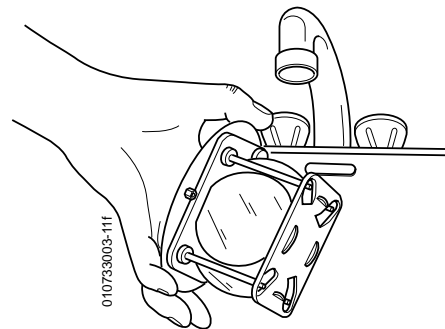

FIG. 6
- 7) Passer le bloc optique sous l'eau chaude ou le tremper dans l'eau chaude, puis le sécher avec de l'air comprimé (FIG. 6).
- 7) *Rinse the optical block under warm water or dip it in a rinsing bath, then dry it thanks to compressed air (FIG. 6).*